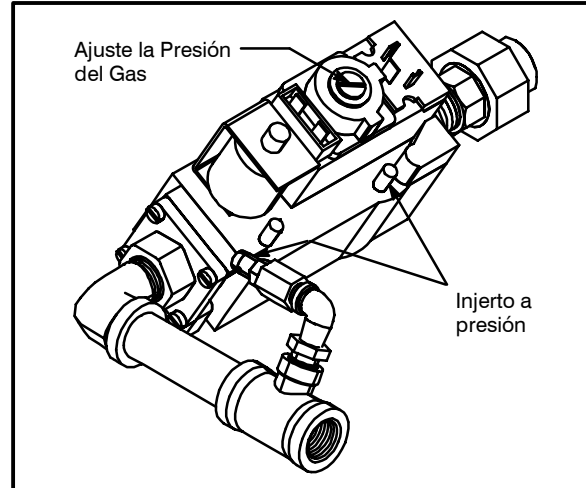

Figura 20
7. Ajuste la presión del gas, si es necesario. Vea la Figura 20.